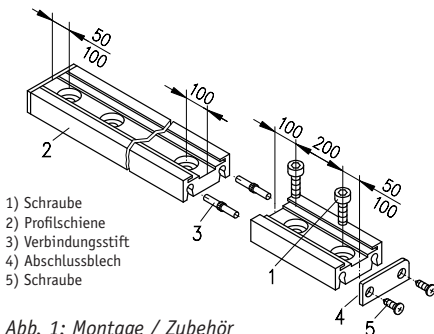

Abb. 1: Montage / Zubehör
- Montagefläche für die Verschraubung der Profilschiene vorbereiten. Die Bohrungsabstände sind der Abb. 1 zu entnehmen.
- Profilschiene mit den mitgelieferten Schrauben (1) montieren (Abb. 1 + 2).
- Demontieren des Abschlussbleches (4).
- Die mitgelieferten Verbindungsstiften (3) in das angeschraubte Teilstück leicht einschieben, das neue Teilstück locker aufschieben und durch leichte Schläge auf das unbefestigte Schienenstück die Teile möglichst nahtlos verbinden (Abb. 1).